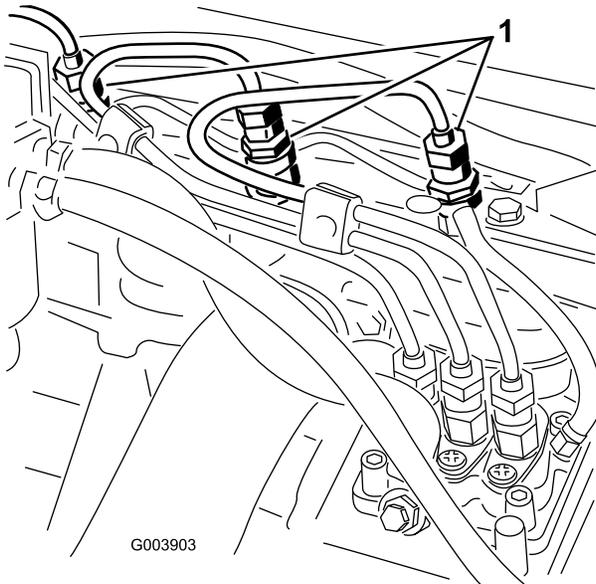

Figure 57
1. Desserrez le raccord entre l'injecteur N° 1 et le porte-injecteurs (Figure 57).